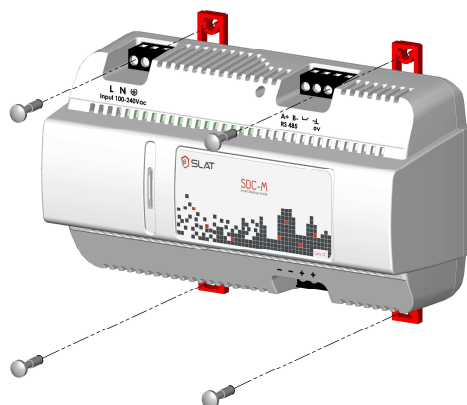

Abb. 6.2: Anbringung an Montageplatte
- a. Die vier Montage-Clips (rote Bauteile) werden geöffnet, indem diese mit Hilfe eines Schlitzschraubendrehers nach außen geschoben werden, bis sie in der in Abb. 6.2 dargestellten Position sind.
- b. Das Produkt wird mittels vier Schrauben, wie in Abb. 6.2 angezeigt, an der Montageplatte befestigt.